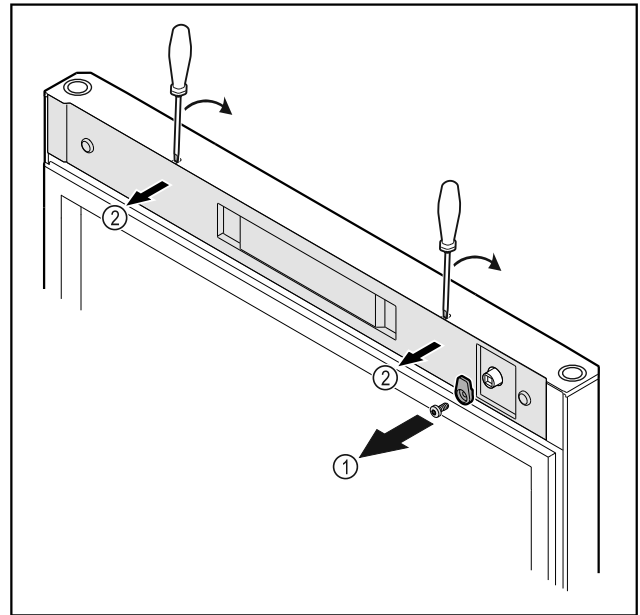

Fig. 14
- Irrota sulkuhaka Fig. 14 (1).
- Paina suojus Fig. 14 (1) pienellä ruuvimeisselillä paikaltaan ja ota se pois.